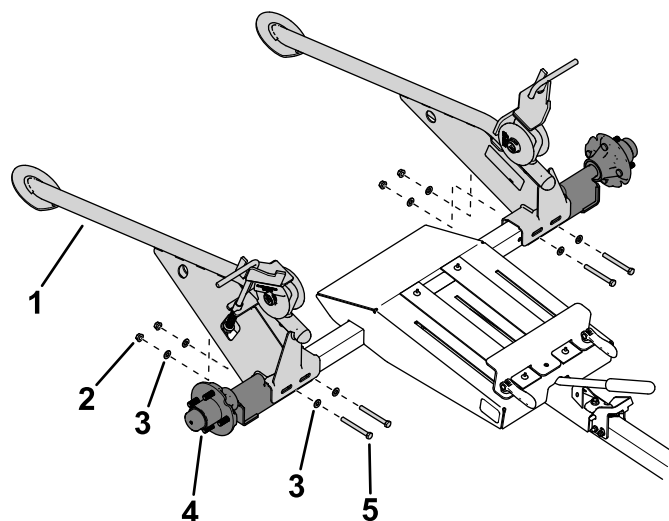

Figura 3
2. Utilizzate 4 bulloni ($\frac{3}{8}$ " x $3\frac{1}{2}$ "), 4 dadi ($\frac{3}{8}$ ") e 8 rondelle ($\frac{3}{8}$ ") per fissare i mozzi delle ruote e il kit rampa con guide o il kit rampa piana al telaio (Figura 3).